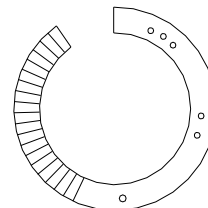

Fig. 5
- Gire la perilla de control de temperatura hasta la tela/temperatura deseada. (Fig. 5)